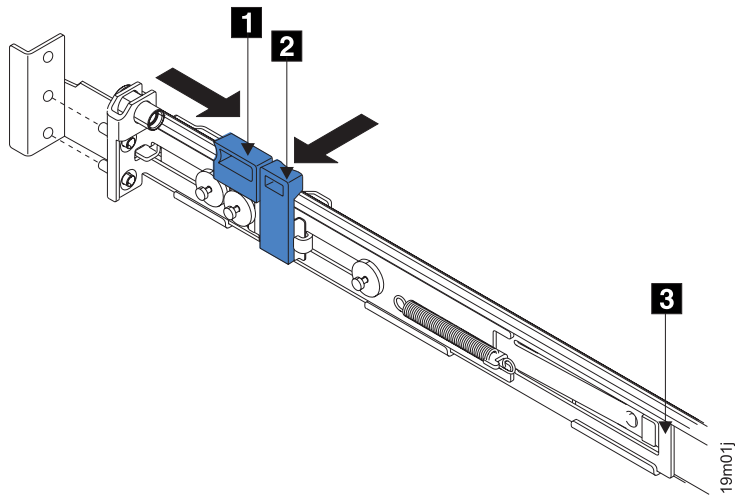

図 65. 後部のラッチ・ロック・キャリア・アセンブリーを開く
- 後部レール・ブラケット **3** (88 ページの図 65) を、止まるまでレールの前部に向かって押します。これで、レールはその一番短い長さに調整されます。